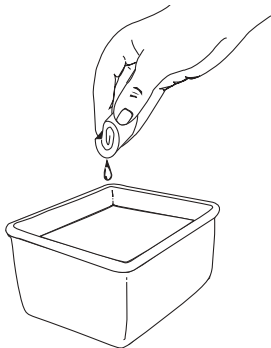

Fig. 21
3. Lave el filtro con agua y detergente (Fig. 21). Enjuague bien el filtro y déjelo secar.